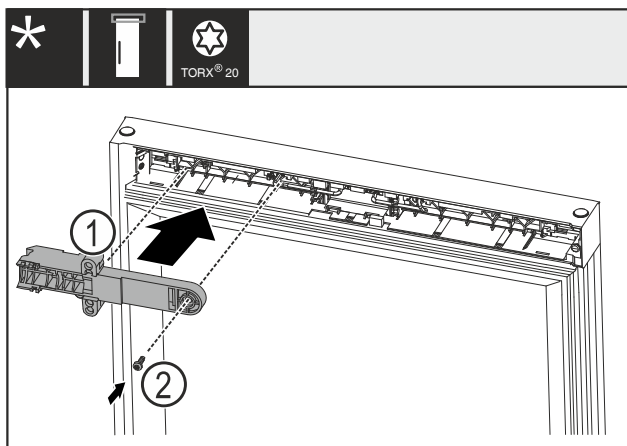

Fig. 26
- Okrenite element za držanje brave Fig. 26 (1) za 180° i montirajte ga na suprotnu stranu.
- Učvrstite element za držanje brave Fig. 26 (1) s pomoću vijka Fig. 26 (2).
- ▶ Okrenite element za držanje brave Fig. 26 (1) za 180° i montirajte ga na suprotnu stranu.
- ▶ Učvrstite element za držanje brave Fig. 26 (1) s pomoću vijka Fig. 26 (2).